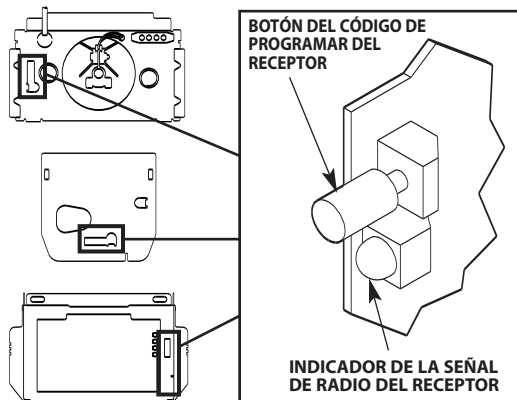

Fig. 1
Paso 2-2 Oprima y suelte el botón de código de programar **Fig. 1**.